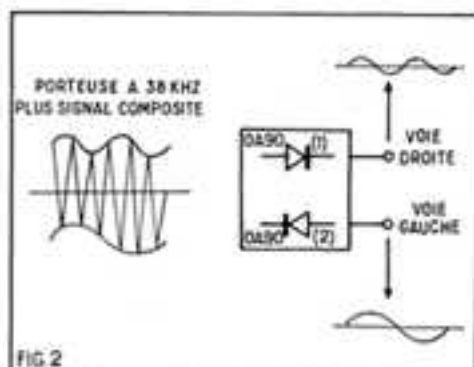

FIG. 2
- l'enveloppe de modulation négative affectée de la *voie gauche* figure 2.
Le convertisseur asymétrique convient bien pour l'alimentation des tubes fluorescents, la surtension très élevée produite lors du blocage du transistor étant mise à profit pour l'amorçage : figure 2.